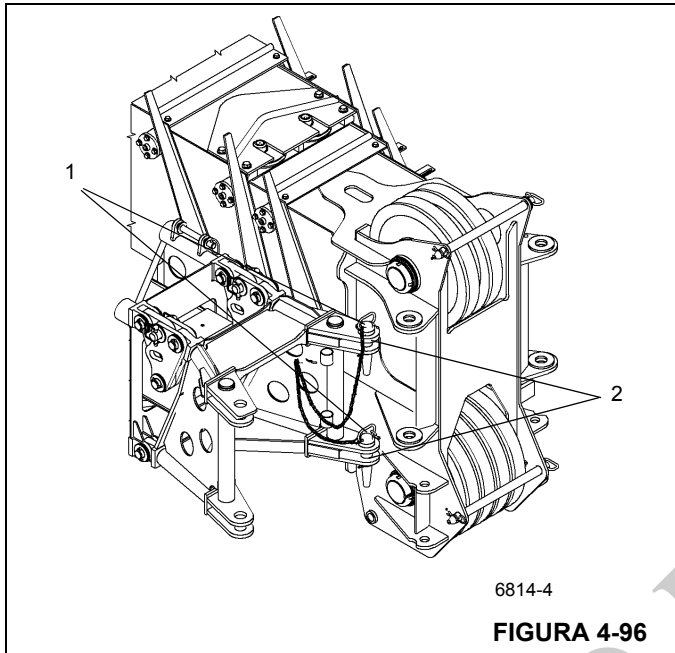

FIGURA 4-96
13. Retire los pasadores de fijación y los pasadores de pinza (Figura 4-96, 1) de los adaptadores de anclaje y de fijación (Figura 4-96, 2), en el lado derecho de la punta de la pluma y almacénelos en la base de la extensión de pluma. Guarde los pasadores de fijación y pinzas del lado izquierdo en el adaptador de fijación exterior de la sección articulada.